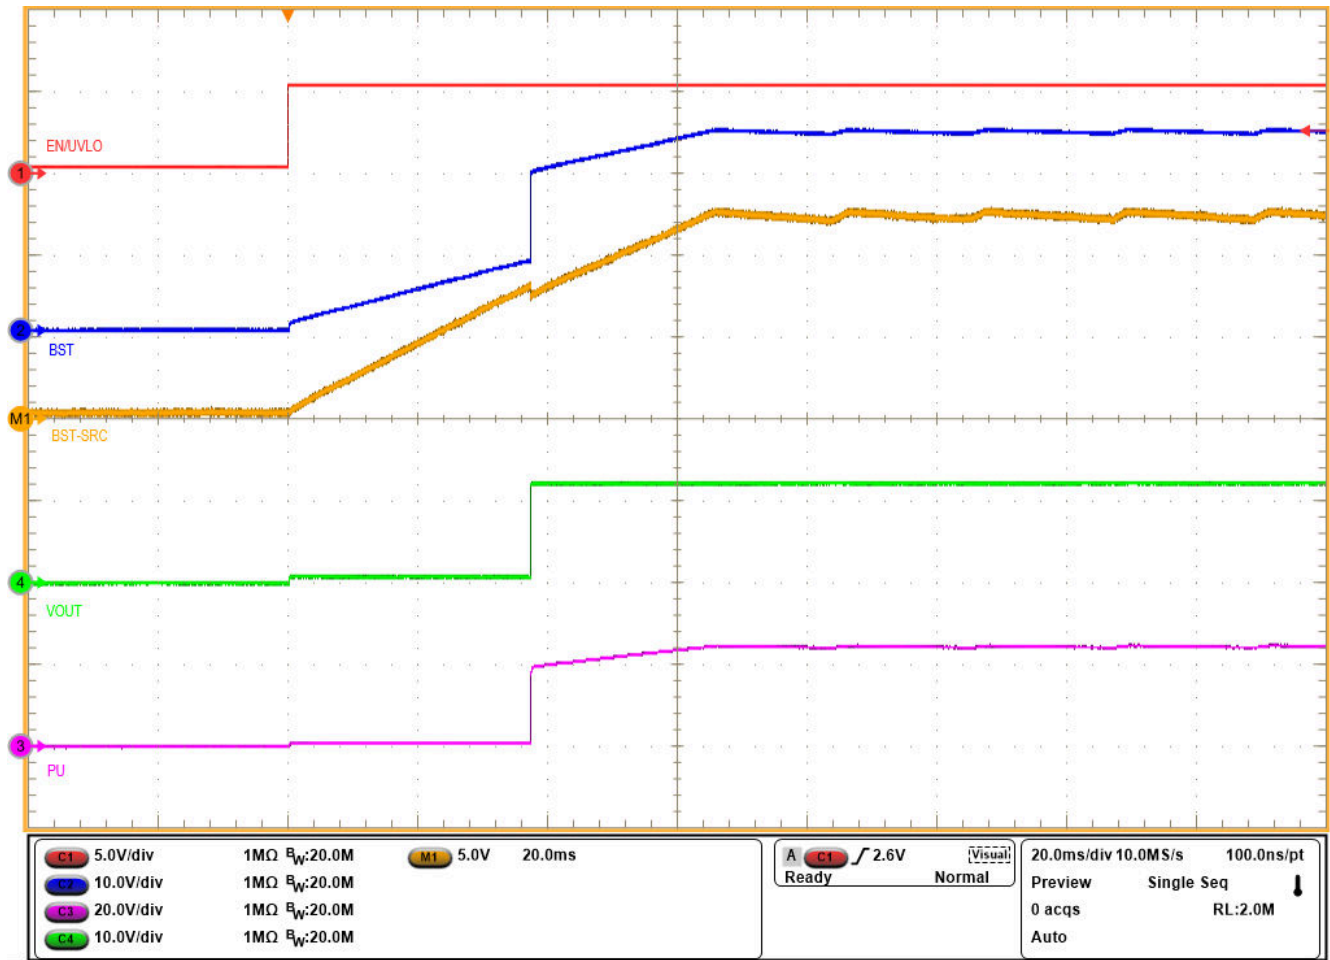

图 5-3. INP 为高电平时自举电压的启动曲线
7. 再次启用 EN/UVLO 为高电平，以便在 INP 为高电平时观察 BST、GATE 和 SRC 的启动曲线，如图 5-3 所示。